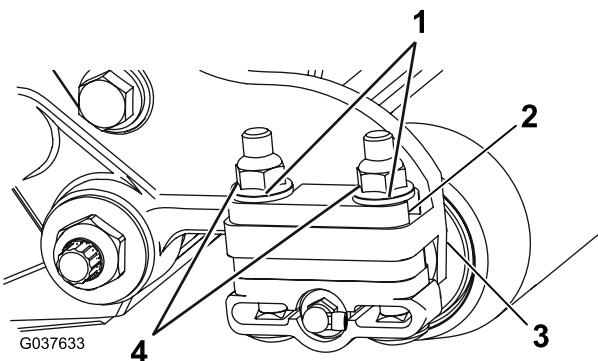

Figura 4
- Rimuovete i 2 dadi di bloccaggio flangiati e le rondelle che fissano ciascuna staffa del rullo alle piastre laterali (Figura 4).